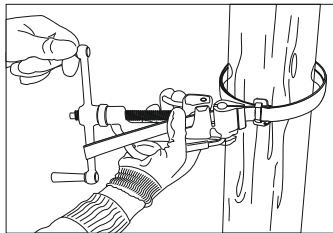
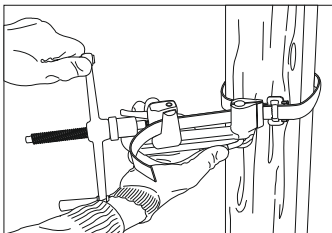

Рисунок 7
Рисунок 8
4.5 После блокировки ленты в головке при помощи рукоятки фиксатора (рисунок 7) натяните ленту, вращая рукоятку воротка до момента натяжения ленты вокруг опоры или столба (рисунок 8).